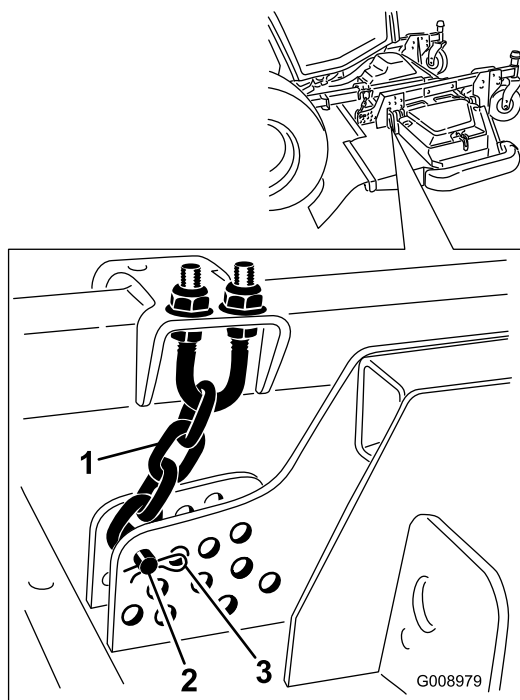

Figura 134
4. Retire o perno de gancho e passador de forquilha que fixam as correntes da altura de corte à traseira da unidade de corte (Figura 134).